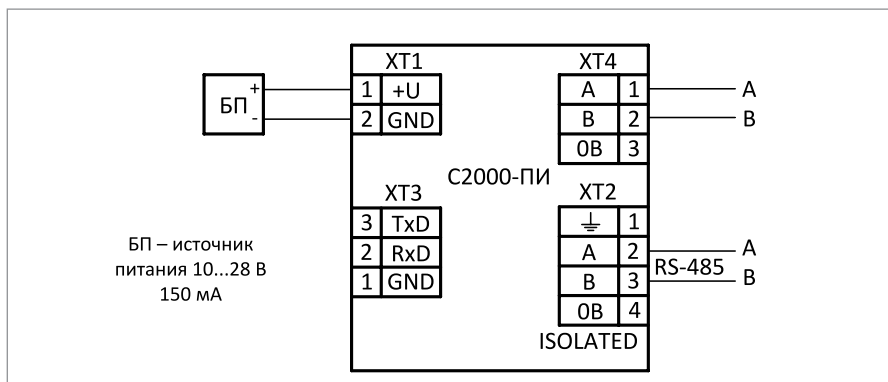

Рисунок 3. Схема внешних соединений C2000-ПИ в режиме повторителя интерфейса RS-485
- или в режиме повторителя интерфейса RS-485 (см. Рисунок 3).